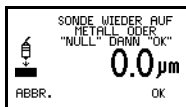

Abb. 34. Zurücksetzen der Anzeige auf Null
3. Drücken Sie den Softkey **NULL**, um die Anzeige auf Null zurück zu setzen (Abbildung 34).